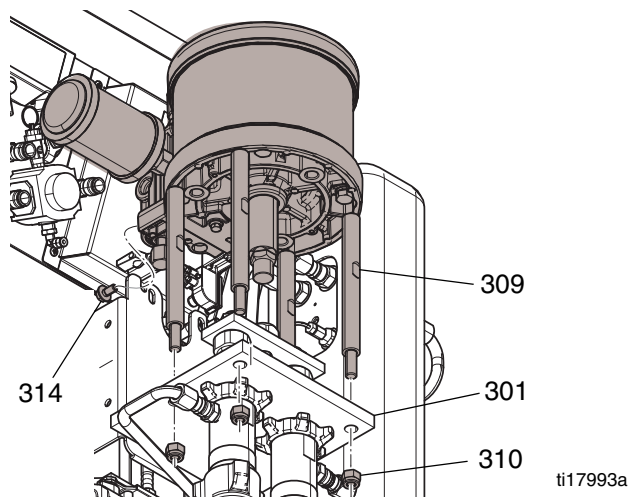

FIG. 2
3. Posez les tirants dans la plaque (301). Assurez-vous que les vis (314) s'insèrent dans les fentes du support (311). Installez les vis (314). Voir FIG. 2.
4. Serrez l'écrou (313) à un couple de 32-38 pi-lbs (43-51 N•m).
5. Serrez de manière égale les quatre écrous de tirants (310) par petits paliers de 27-32 pi-lb (37-43 N•m). Voir FIG. 2.